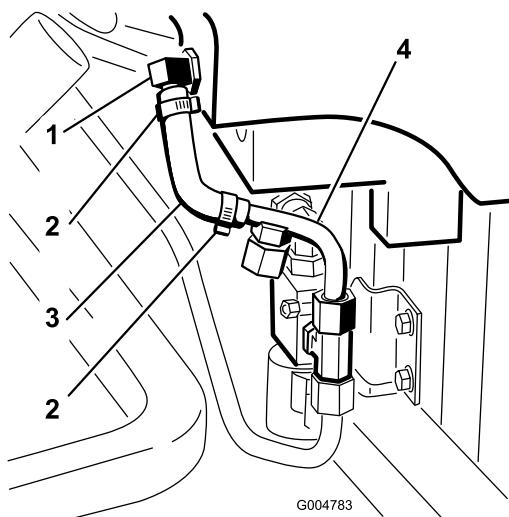

Figure 31
- 10. Raccordez le côté long du flexible moulé au raccord coudé à 90° dans le réservoir hydraulique (Figure 31).
- 11. Raccordez le côté court du flexible moulé au bout cannelé de la conduite hydraulique N° 4 (Figure 31).